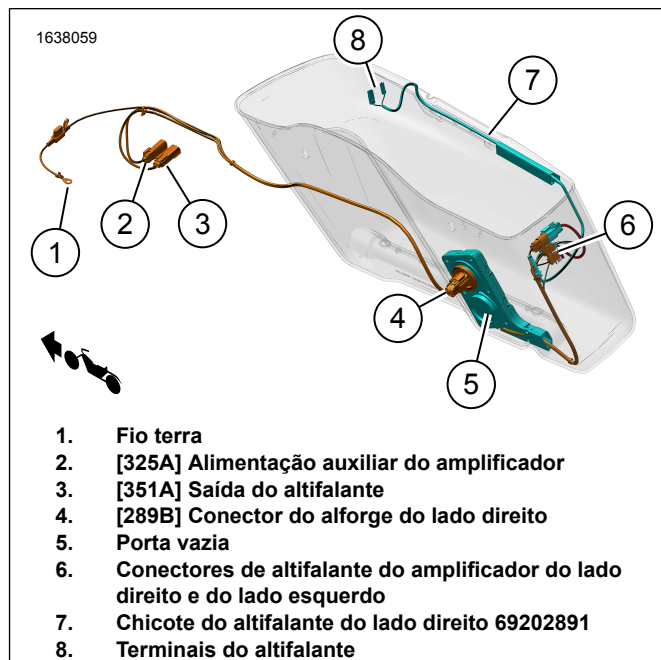

Figura 5. Encaminhamentos do Chicote do Alforje do Lado Direito
- g. Encaminhe o chicote (5) através do orifício do bucim.
- h. Instale o bucim (3) no chicote de fios (5).
- i. Ajuste o bucim (3) conforme necessário e instale-o no alforge.
13. Ver a Figura 5. Instale o chicote do altifalante do lado direito.
- b. Ver a Figura 5. Encaminhe o chicote de fios (7) conforme demonstrado.